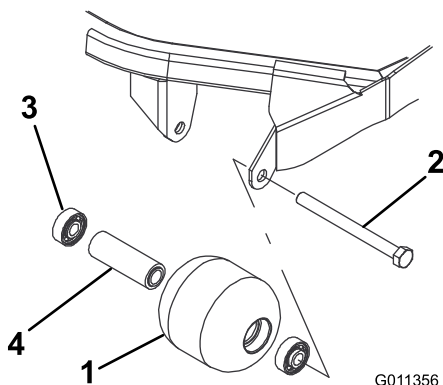

Figura 99
1. Retire o parafuso de montagem do rolo (Figura 99).
estão danificados (Figura 99). Substitua os componentes danificados e volte a montar.
1. Introduza o primeiro rolamento na estrutura do rolo (Figura 99). Empurre só a calha externa ou, então, exerça o mesmo tipo de pressão nas calhas interna e externa.
2. Coloque o espaçador (Figura 99)
3. Introduza o segundo rolamento na estrutura do rolo (Figura 99) exercendo o mesmo tipo de pressão nas calhas interna e externa até a calha interna entrar em contacto com o espaçador.